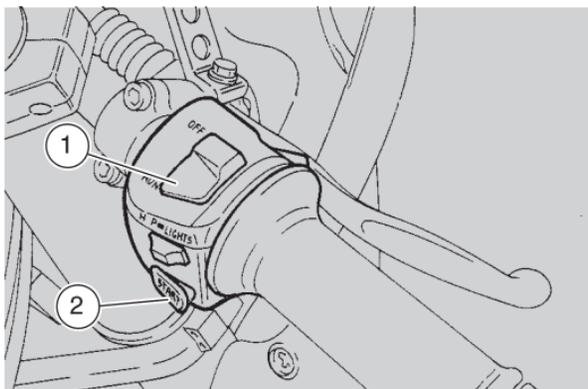

Fig. 23
- posizionare l'interruttore di arresto del motore (1-Fig. 23) in posizione "RUN";